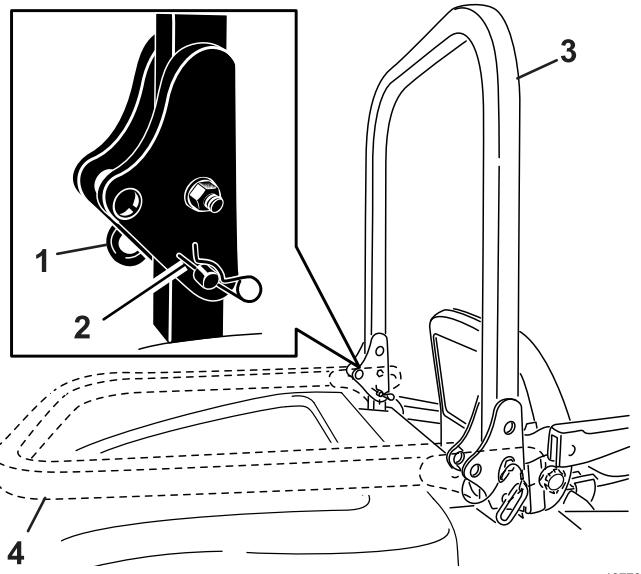

Bild 23
2. Klappen Sie den Überrollbügel hoch und entfernen Sie die Splinte und die zwei Stifte (Bild 23).